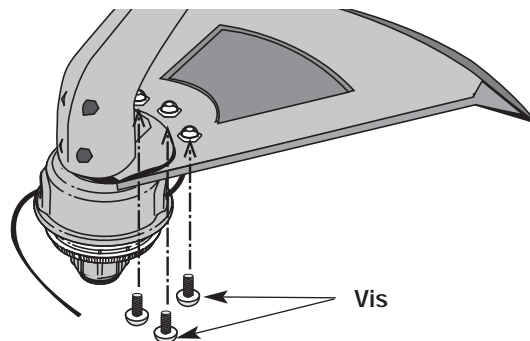

Fig. 5
3. Introduisez une vis dans le trou du bas du protecteur d'accessoire de coupe et vissez-la dans l'écrou posé à l'étape 2 (Fig. 5). Évitez de serrer.